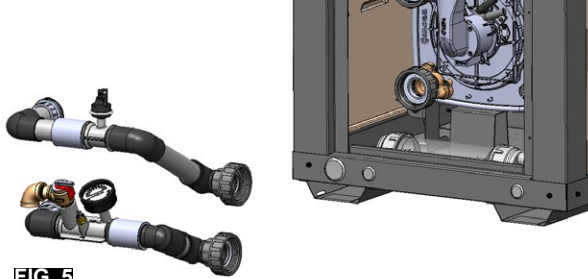

FIG. 5
5. Retirez les ensembles de plomberie d'entrée et de sortie et les mettez de côté. (Fig. 5).